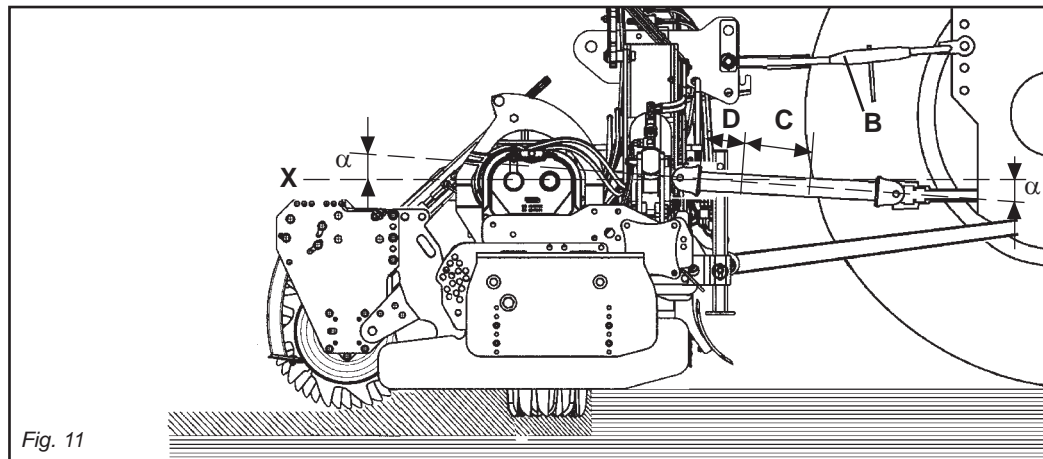
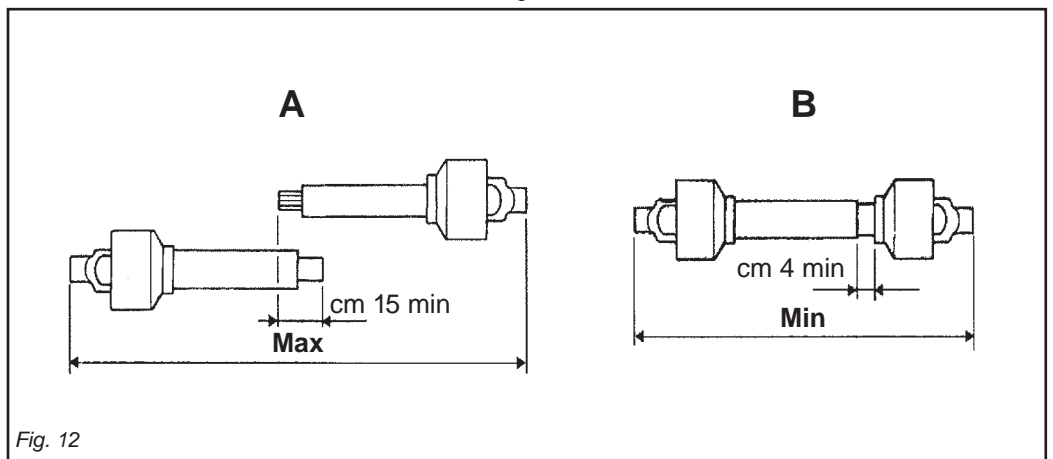

Fig. 11
Fig. 12
Per fare ciò aumentare o diminuire la lunghezza della barra superiore dell'attacco (B Fig. 11) in modo da portare l'asse (X Fig. 11) della ghiera scanalata della scatola parallela al suolo.
To achieve this, increase or decrease the length of the top bar of the hitch (B Fig. 11) so as to set the axis (X Fig. 11) of the housing's grooved ring nut parallel to the ground.
L'attelage est correct quand dans la position de travail la machine est horizontale. Pour obtenir cette condition augmenter ou diminuer la longueur de la barre supérieure de l'attelage (B Fig. 11) de manière à ce que l'axe (X Fig. 11) de la bague cannelé de la boîte soit parallèle au sol.
Um dies zu erhalten, die Länge der oberen Kupplungsstange (B Abb. 11) erhöhen oder verringern, bis die Achse (X Abb. 11) der Keilmutter des Gehäuses parallel zum Boden steht.
El enganche es correcto cuando la máquina está horizontal en posición de trabajo. Para ello aumentar o disminuir la longitud de la barra superior del enganche (B Fig. 11) en modo de llevar el eje (X Fig. 11) de la tuerca ranurada de la caja paralela al terreno.
- I due angoli (α Fig. 11) formati dalle assi delle forcelle e l'asse dei tubi scorrevoli saranno uguali e non dovranno superare i 10°.
- La copertura (C Fig. 11) dei tubi scorrevoli deve essere di 15 cm minimo (Fig. 12).
- I due tubi dell'albero di trasmissione a cardano non si devono ricoprire completamente, una corsa di sicurezza (D Fig. 11) di 4 cm minimo deve sussistere.
- Gli angoli (α Fig. 11) dei cardani non devono essere superiori a 40° (Fig. 11).
- The two angles (α Fig. 11) formed by the fork axes and the axis of the sliding tubes will be equal and must not exceed 10°.
- The sliding tubes (C Fig. 11) must overlap by at least 15 cm (Fig. 12).
- The two tubes of the driveline shaft must not fully overlap. There must always be a safety travel (D Fig. 11) of at least 4 cm.
- The angles (α Fig. 11) of the drivelines must not exceed 40° (Fig. 11).
- Les deux angles (α Fig. 11) formés par les axes des fourches et l'axe des tubes coulissants doivent être identiques et ne doivent pas dépasser 10°.
- La couverture (C Fig. 11) des tubes coulissants doit être au minimum de 15 mm (Fig. 12).
- Les deux tubes de l'arbre de transmission à cardans ne doivent pas se recouvrir complètement, il doit rester une course de sécurité (D Fig. 11) de 4 cm au minimum.
- Les angles (α Fig. 11) des cardans ne doivent pas être supérieurs à 40° (Fig. 11).
- Die beiden Winkel (α Abb. 11), die aus den Achsen der Gabeln und der Achse der Gleitrohre bestehen, müssen gleich groß sein und dürfen auf keinen Fall größer als 10° sein.
- Die Überdeckung (C Abb. 11) der Gleitrohre muss mindestens 15 cm ausmachen (Abb. 12).
- Die beiden Rohre der Gelenkwelle dürfen sich nicht ganz überdecken. Es muss noch einen Sicherheitshub (D Abb. 11) von mindestens 4 cm geben.
- Die Winkel (α Abb. 11) der Gelenkwellen dürfen nicht größer als 40° sein (Abb. 11).
- Los dos ángulos (α Fig. 11) formados por los ejes de las horquillas y el eje de los tubos corredizos serán iguales y deberán superar los 10°.
- La cobertura (C Fig. 11) de los tubos corredizos debe ser como mínimo de 15 cm (Fig. 12).
- Los dos tubos del árbol de transmisión de cardán no se deben cubrir completamente, debe quedar una carrera de seguridad (D Fig. 11) de 4 cm como mínimo.
- Los ángulos (α Fig. 11) de los cardanes no deben ser superiores a 40° (Fig. 11).
Quando esso è inserito al massimo, il gioco minimo consentito deve essere di 4 cm (Fig. 12).
When fully inserted, the minimum play must be 4 cm. (Fig. 12).
Quand il est entièrement rentré, le jeu minimum admissible doit être de 4 cm. (Fig. 12).
Wenn die beiden Teile ganz zusammengeschoben sind, muß das kleinstmögliche Spiel 4 cm ausmachen. (Abb. 12).
Quando está inserido al máximo, el juego mínimo permitido debe ser de 4 cm. (Fig. 12).